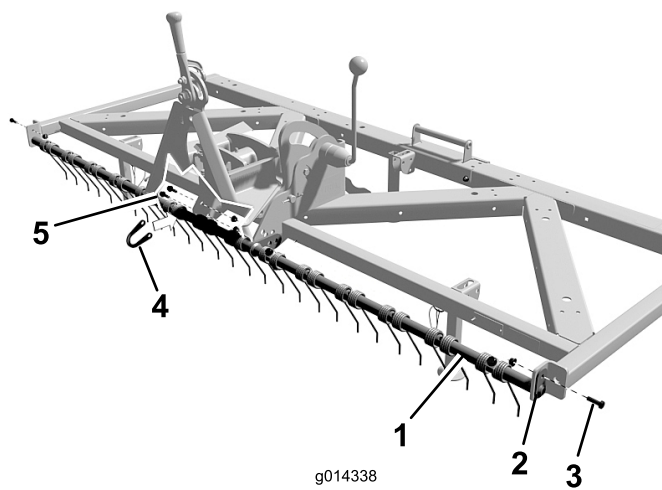

Figure 7
1. Fixez chaque extrémité de la barre porte-dents à ressort à chaque extrémité de l'avant du Turf Groomer avec une goupille et un boulon 5/16 x 1". Positionnez la barre porte-dents à ressorts comme illustré à la Figure 7.
- Fixez la barre porte-dents à ressort au Turf Groomer avec un étrier de retenue et (2) boulons 5/16 x 1" (Figure 7).